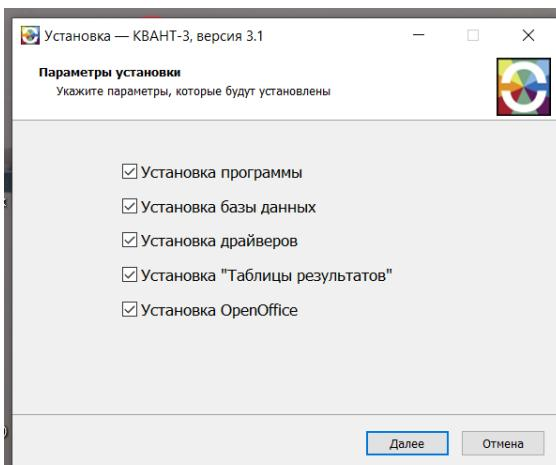

Рис. 4 Окно установки программы
2. Через проводник Windows запустить файл **setup.exe**. На рабочем столе появится окно рис. 4